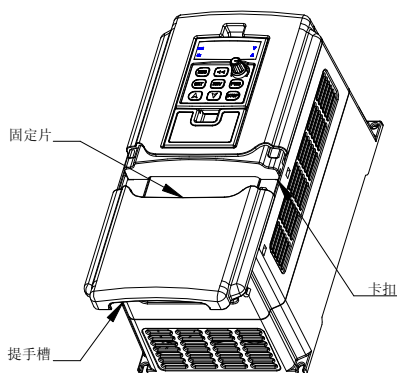

图 1-8 4.0KW 以下机型面盖的拆卸和安装图（塑胶机壳）
1.7.2.2 4.0KW（含）以下塑胶机型操作键盘拆卸和安装（见图 1-8）